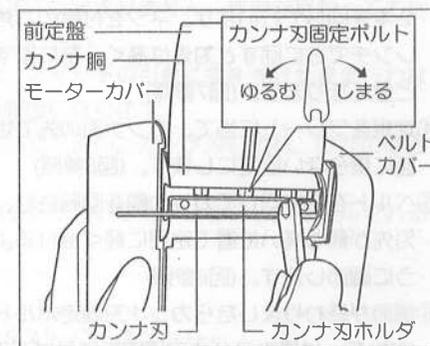
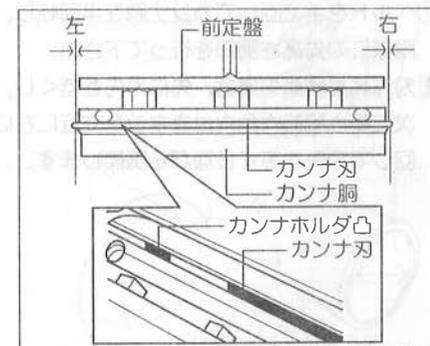

図4
図5
- ①安定した台の上に、本機を逆さにして置きしっかり持ってください。
- ②カンナ刃固定ボルト(3本)を、付属のスパナでゆるめてください。(図4参照)
- ③カンナ刃を、右ベルトカバー側の端からスパナなどで左モーターカバー側に押し出して抜き取って下さい。(図4参照)
- ④交換したカンナ刃を、カンナ刃ホルダ中央になるように差込んで下さい。
- ⑤差込みがきつときは、⊖ドライバーなどでカンナ刃ホルダを少し開いて下さい。
- ⑥カンナ刃凹とカンナ刃ホルダ凸3ヶ所を合わせるようにして、カンナ刃を差込んで下さい。(図5参照)
- ⑦カンナ刃とカンナ刃ホルダはカンナ胴に対して、左右均一に固定して下さい。いずれかに片寄りし過ぎると、本体に接触する事があります。(図5参照)
- ①安定した台の上に、本機を逆さにして置きしっかり持って下さい。
- ⑥調節が終わりましたらカンナ刃固定ボルト(3本)を、付属のスパナで確実に締付けて下さい。(図4参照)
- ⑦ベルトを手で回してカンナ胴を半回転し、同様に刃先高さ調節を行って下さい。